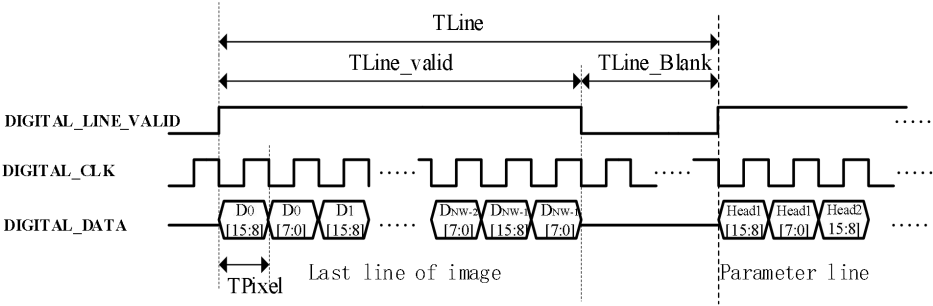
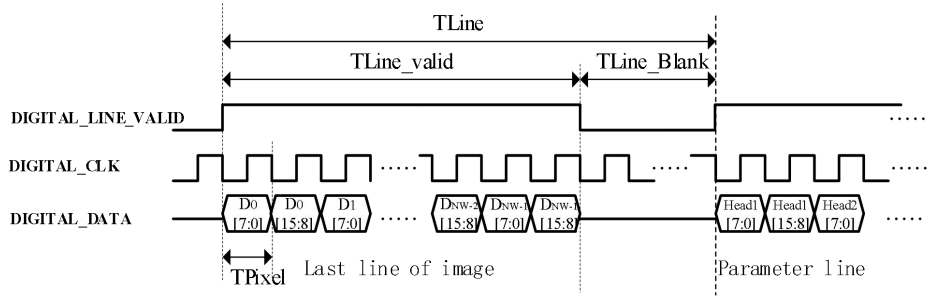

图 12 RAW16+参数行 (MSB) 行与数据时序图
图 13 RAW16+参数行 (LSB) 行与数据时序图
b) 数据源为 RAW16+参数行的行与数据时序关系图如图 12 图 12 、图 13